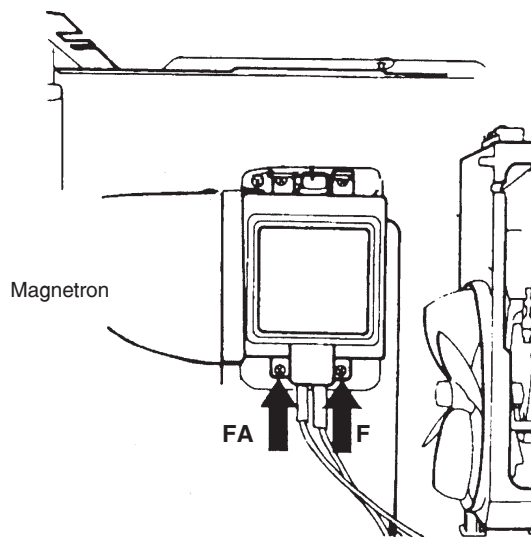

Fig. 2
- 2- Ao conectar os fios do filamento do magnetron certifique-se da posição correta. O fio principal do transformador de alta tensão, deve ser conectado ao terminal “F” do magnetron (lado direito), e o fio principal do capacitor de alta tensão (terminal do pólo positivo), deve ser conectado ao terminal “FA” do magnetron (lado esquerdo), conforme fig. 2.